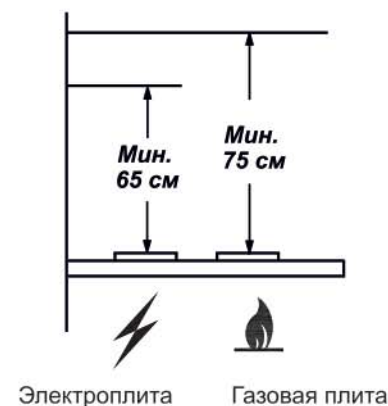

РИС. 1
- разметьте линию установки нижней части зонта над плитой согласно рис. 1;
1.2 Зонт устанавливайте на высоте, как показано на рис. 1.
4.6 Зонт устанавливайте над плитой в соответствии с рис. 1.